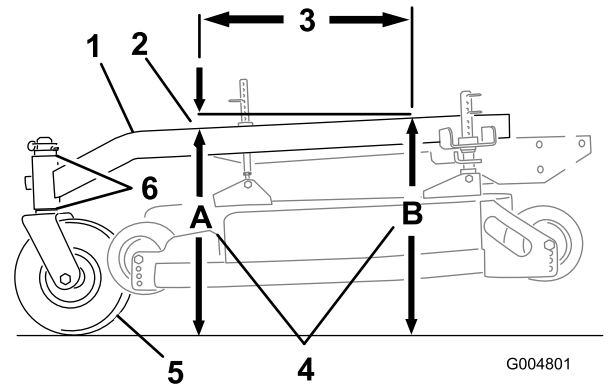

Figura 64
El bastidor de tiro debe tener una inclinación longitudinal de entre 3 mm y 9 mm en una longitud de 61 cm (Figura 64).
- Mida 61 cm en el bastidor de tiro (Figura 64).
- Mida la altura del bastidor de tiro en la posición **A** (Figura 64).
- Mida la altura del bastidor de tiro en la posición **B** (Figura 64).
- La altura en la posición **A** debe ser de 6-10 mm (1/4-3/8 pulg.) menor que la de la posición **B** (Figura 64).
- Si la inclinación del bastidor de tiro no es la correcta, mueva los espaciadores de las ruedas giratorias para obtener una inclinación de 6-10 mm (1/4-3/8 pulg.) (Figura 64).